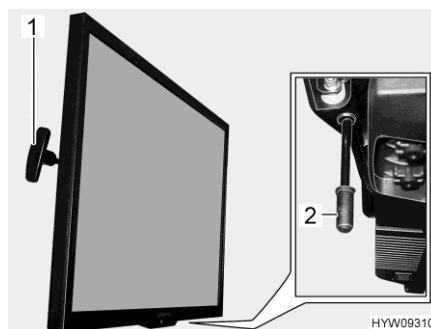

Fig. 92 Écran plat
- Tirer la poignée (Fig. 92,1) et la maintenir tirée. L'écran plat est déverrouillé.
- Tirer la poignée (Fig. 92,2) vers le bas et le maintenir ainsi. L'écran plat est déverrouillé.